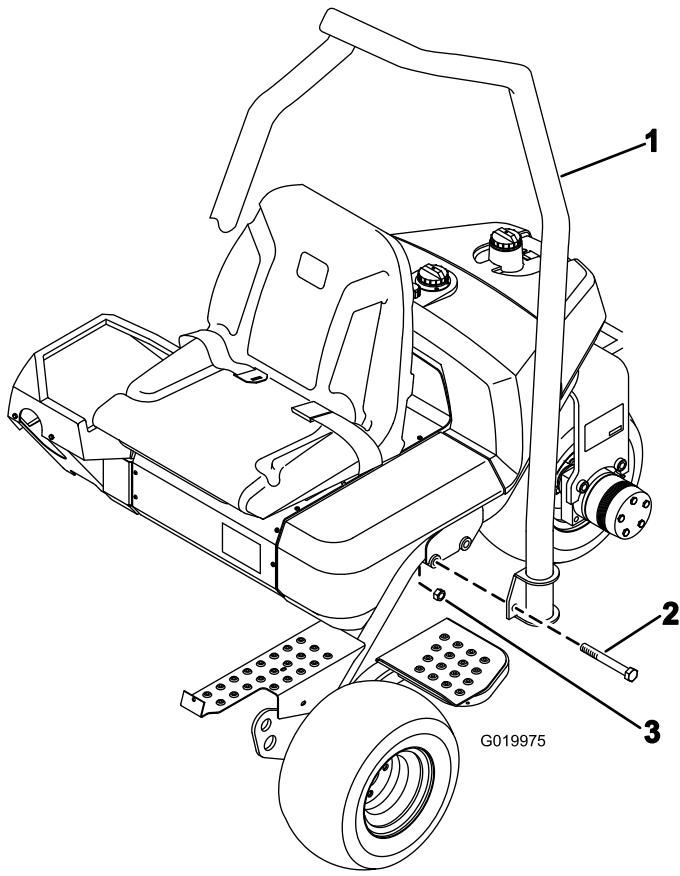

Рисунок 7
1. Расположите систему ROPS так, чтобы изгиб трубы был направлен к передней стороне машины (Рисунок 7).
2. Опустите узел ROPS на раму, совместив с монтажными отверстиями (Рисунок 7).
3. Прикрепите каждую сторону ROPS к раме 2 болтами (5/8 x 4-1/2 дюйма) и контргайками, как показано на Рисунок 7. Затяните с моментом 183–223 Н•м.